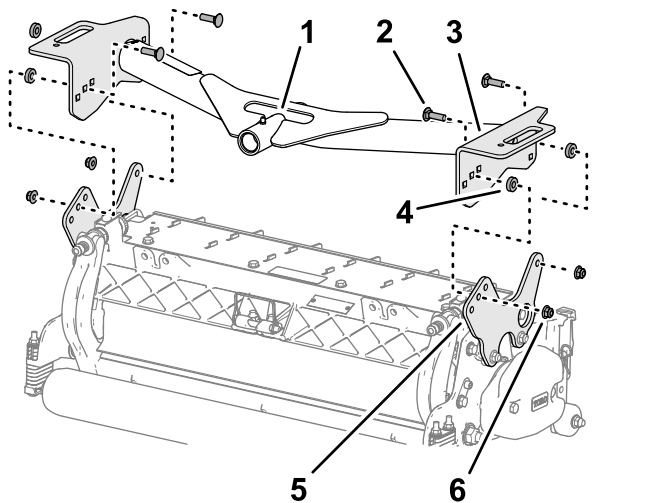

Figure 19
1. Alignez les trous dans les plaques du bâti porteur avant sur les trous des plaques de montage de l'unité de coupe (Figure 19).
2. Placez une rondelle entre la plaque du bâti porteur et la plaque de montage (Figure 19), et fixez légèrement les plaques et l'entretoise avec un boulon de carrosserie ($\frac{3}{8}$ x $1\frac{1}{4}$ po), une rondelle et un contre-écrou à embase ($\frac{3}{8}$ po).